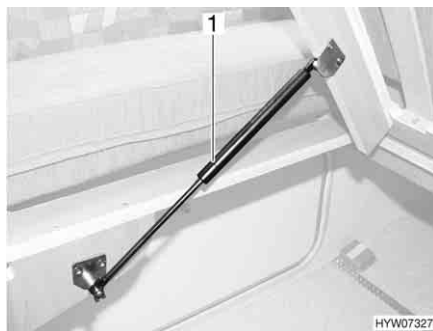

Fig. 31 Letto fisso
- Sollevare il telaio portamaterasso. Le molle a gas (Fig. 31,1) mantengono il telaio portamaterasso in posizione di apertura.